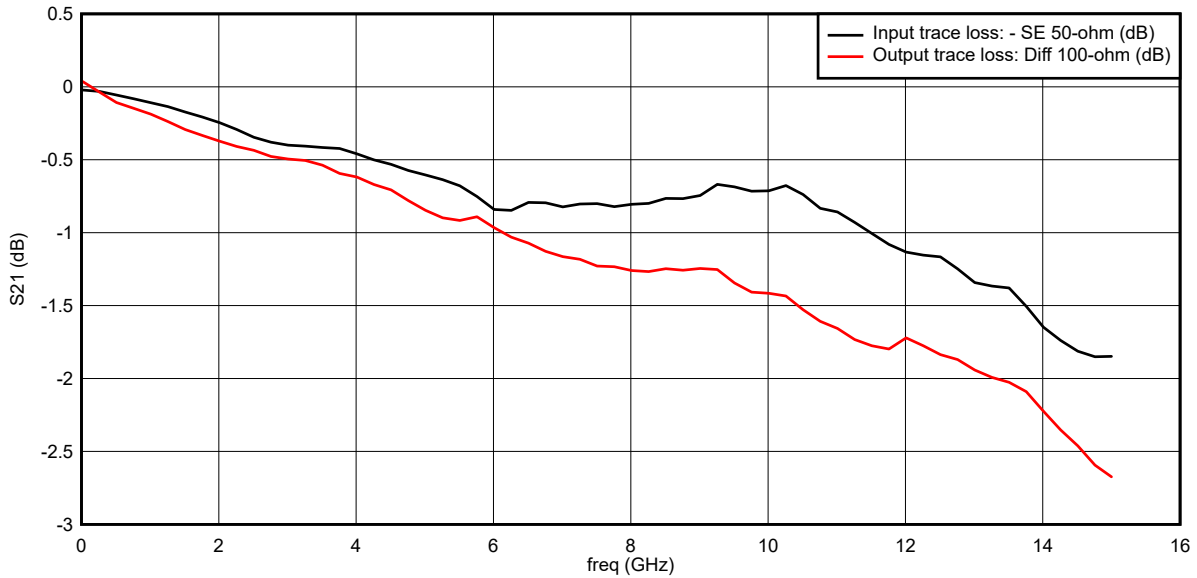

图 3-2. PCB 布线损耗与频率的关系
4. 注意在增益测量期间，必须考虑器件的输入和输出侧的电路板布线损耗。图 3-2 展示了在 EVM 上测量的典型输入和输出布线损耗。